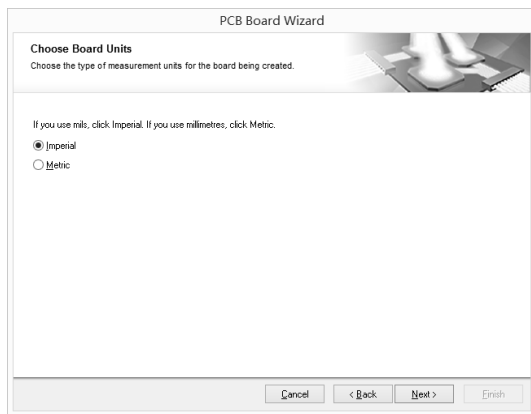

图 3.2.8 PCB 电路板度量单位设定
(2) 单击“Next(下一步)”按钮, 打开如图 3.2.8 所示的窗口, 要求对 PCB 板进行度量单位设置。此处选中“Imperial(英制单位)”单选按钮。